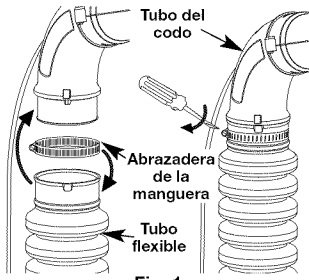

Fig. 1
1. Coloque una abrazadera de manguera sobre el extremo del tubo flexible (Fig. 1).
2. Deslice el extremo del tubo de la flexión con la abrazadera en ella sobre el tubo del codo y apriete el tornillo en la abrazadera de manguera de manguera (Fig. 1).